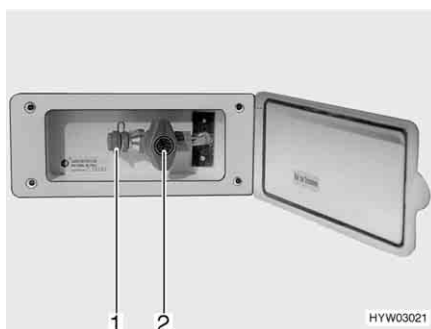

Fig. 122 Presa gas esterna, rubinetto di arresto del gas chiuso
La presa gas esterna (Fig. 122) si trova, a seconda del modello, nella parte posteriore o sul lato destro o sinistro del veicolo.
- Collegare l'apparecchio a gas esterno all'attacco (Fig. 122,1).
- Aprire il rubinetto di arresto del gas (Fig. 122,2).